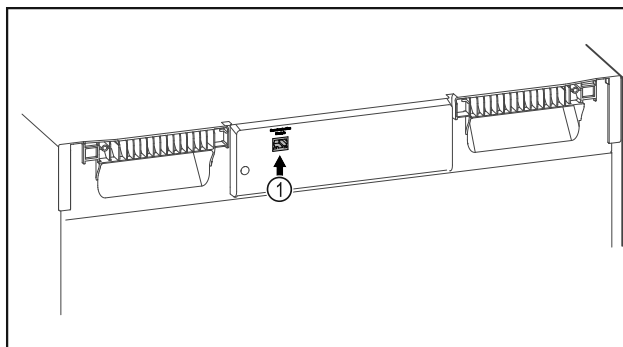

Fig. 138
- SmartModule Fig. 138 (1) se rabi.